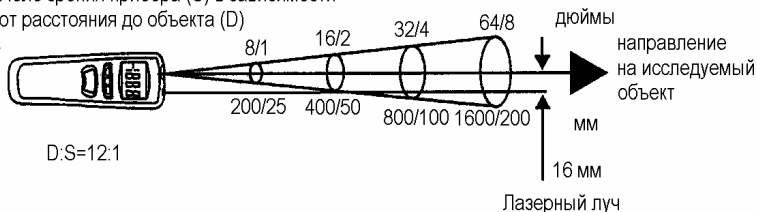

Рисунок 1
При увеличении расстояния (D) до исследуемого объекта, увеличивается размер поля зрения прибора (S) - области, на которой усреднено, измеряется температура (см.: **Рис. 1**).